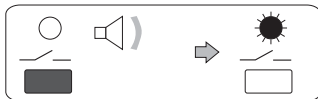
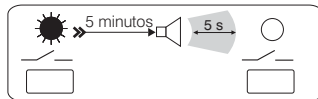

Fig. 3
Fig. 4
- Mantener presionada la **tecla "—/—"** hasta oír una breve señal acústica y soltarla: el mando está activado y el **LED** permanece encendido (fig. 3). Al cabo de **5 minutos** una señal acústica continua de 5 segundos indica que el mando se está por desactivar (fig. 4). Si se desea mantenerlo activo hay que volver a presionar la **tecla "—/—"** antes del fin de la señal.